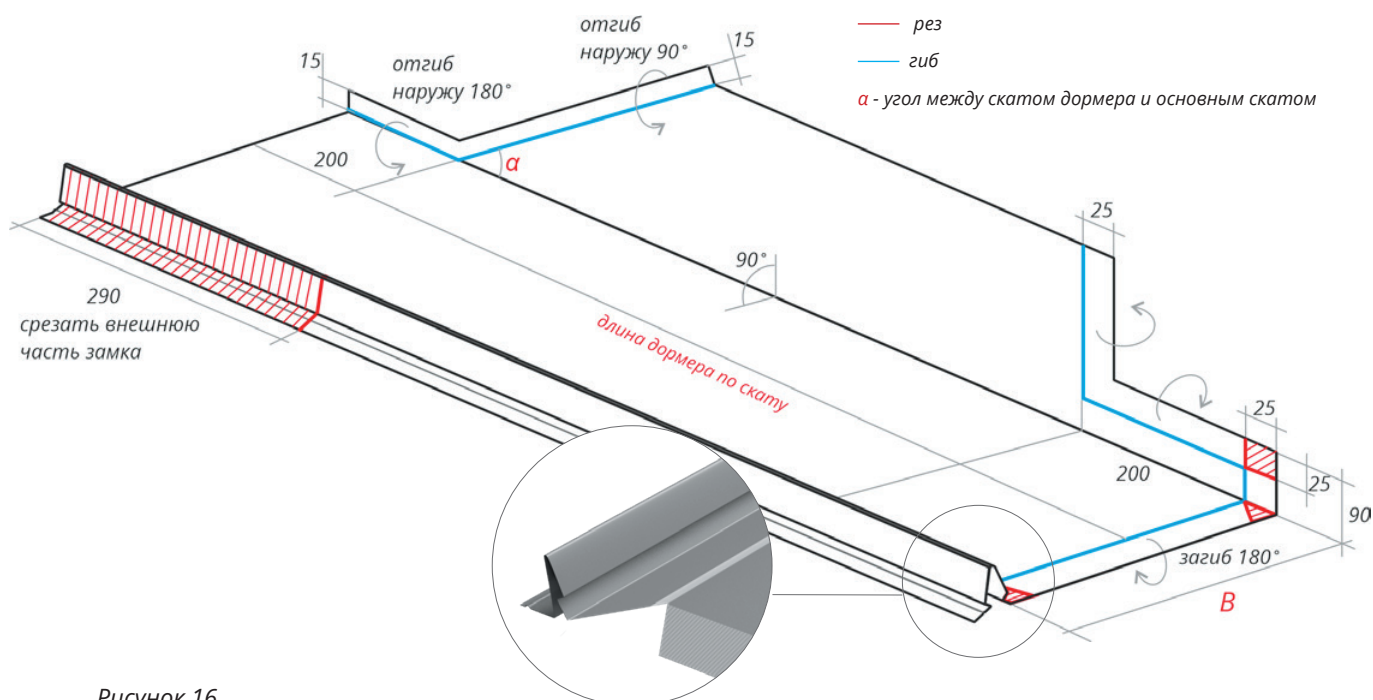

Рисунок 16
18. Крайнюю панель б, на примыкании к дормеру сверху, подготовьте по схеме на рис. 16. Установите по аналогии с правой.